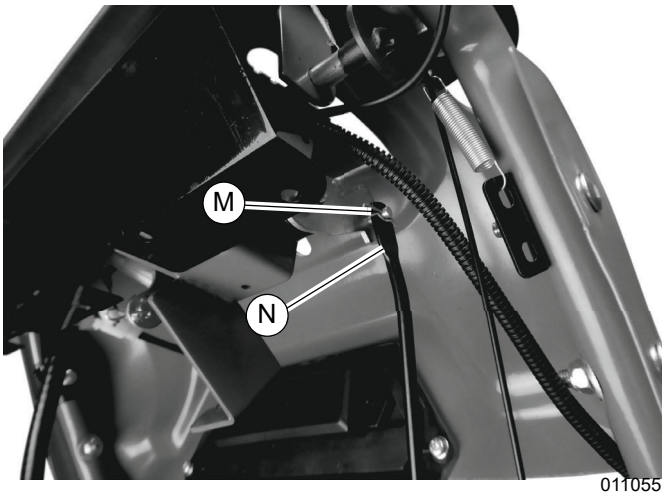

Figura 2-9. Barra de conexión de cambio del extremo superior
8. Consulte la **Figura 2-9**. Retire el pasador (M) e instale el extremo superior de la barra de conexión de cambio (N).